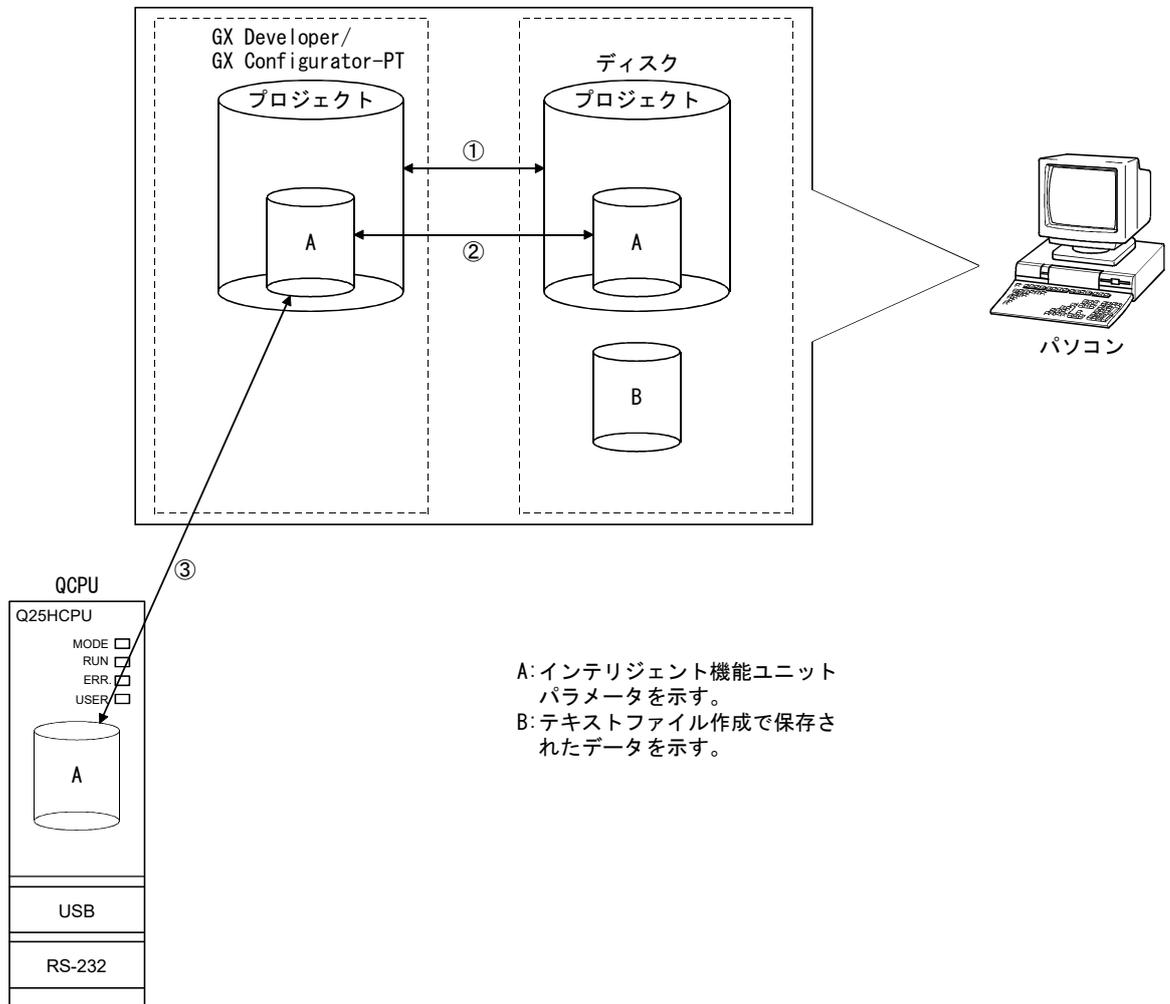

図6.1 ユーティリティパッケージで作成されるデータの関連図
ユーティリティパッケージで作成する下記のデータ／ファイルは、GX Developerの操作でも扱います。それぞれのデータ／ファイルをどの操作で扱うかを図6.1に示します。
(b) 図6.1に示す①～③は次の操作で行います。
① GX Developerから操作します。